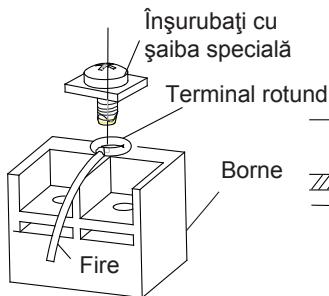

Fig.40
4). Poziționați capătul rotund al firului și înlocuiți și fixați șurubul de conexiune cu o șurubelnită. (Fig. 40)